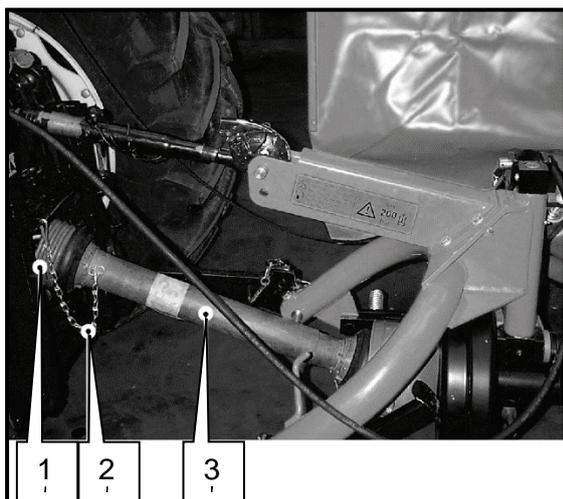

Fig. 52 Dispositivo de protección del árbol articulado (en el lado del tractor)
- Asegure las dos mitades de protección del árbol articulado contra cualquier giro paralelo con las cadenas de seguridad previstas a tal fin (Fig. 52).